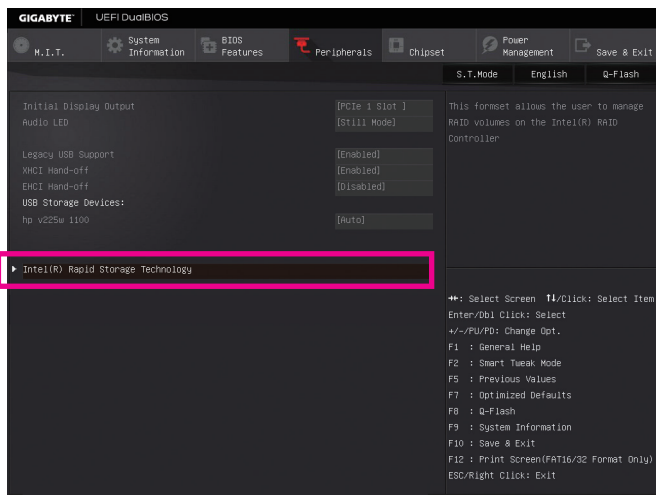

図 3
システムの再起動後、再度 BIOS セットアップに入ります。続いて **Peripherals/Intel(R) Rapid Storage Technology** サブメニューに入ります (図 3)。